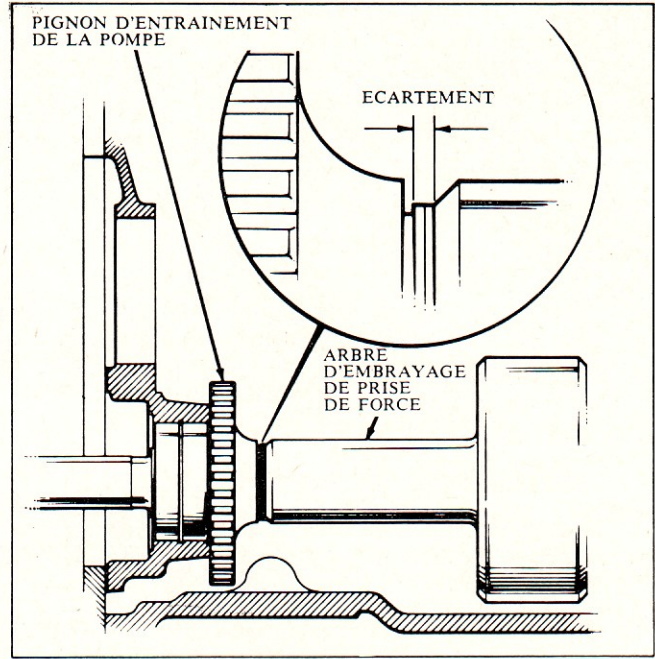

Figure 8: Contrôle de l'écartement
- En passant à travers l'ouverture de la pompe hydraulique dans le carter central de pont arrière, mesurer l'écartement entre l'anneau de blocage de pignon d'entraînement de pompe hydraulique et l'arbre de prise de force indépendante à l'aide d'une jauge d'épaisseur (fig. 8).